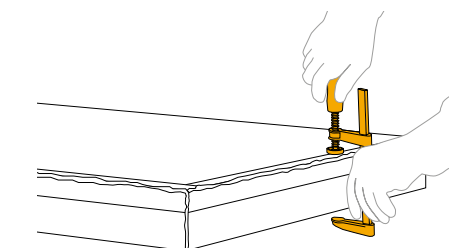
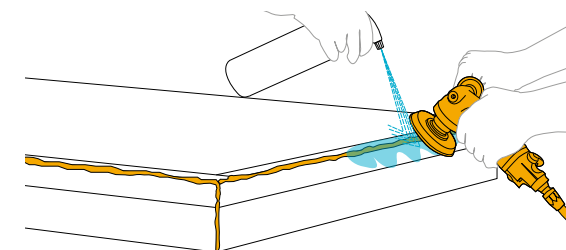

Abb.7
Abb.8
- Am Ende des Trocknens können die Klemmen beseitigt werden (Abb. 7) und mit der Ausfertigung der Kanten mit den entsprechenden auf einem Winkelschleifer installierten PADS fortgefahren werden (Abb. 8).